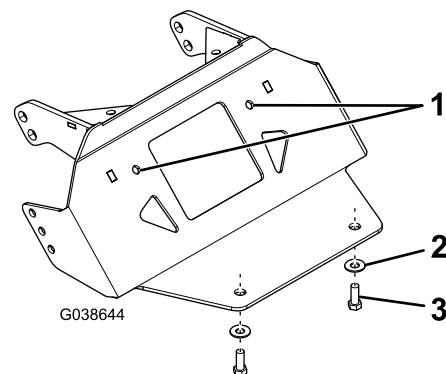

Bild 1
4. Befestigen Sie den Pflugunterfahrerschutz mit zwei Schrauben (3/8") und zwei Scheiben (3/8") am Fahrzeugrahmen, wie in Bild 1 abgebildet.
5. Verwenden Sie den Pflugunterfahrerschutz als Schablone und bohren Sie zwei 7/16" große Löcher, siehe Bild 1.